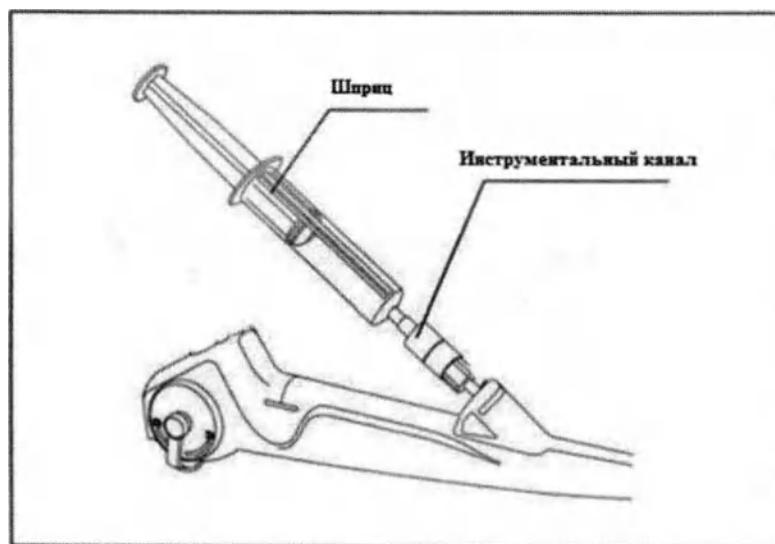

Рис. 3.5 Проверка функции подачи воды.
6. Обеими руками согните вводимую трубку эндоскопа в полукруг. Затем, двигая руками, как показано стрелками, убедитесь, что всю вводимую трубку можно плавно согнуть в полукруг (рис. 3.5).